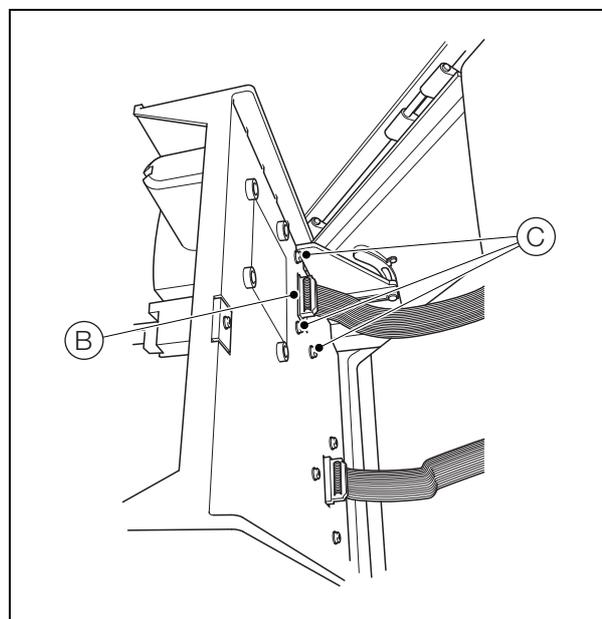

Fig. 13.9 Rimozione del gruppo della cella di misura
2. Con riferimento a Fig. 13.9:
- a. Scollegare il cavo a nastro della cella di misura (B) dal connettore nella parte posteriore della cella di misura.
- b. Rimuovere le quattro viti M4 (C) e il gruppo della cella di misura.
14. Con riferimento a Fig. 13.9:
- a. Posizionare il gruppo della cella di misura sulla piastra posteriore della sezione di analisi e fissarlo tramite le quattro viti M4 (C).
- b. Ricollegare il cavo a nastro della cella di misura (B).